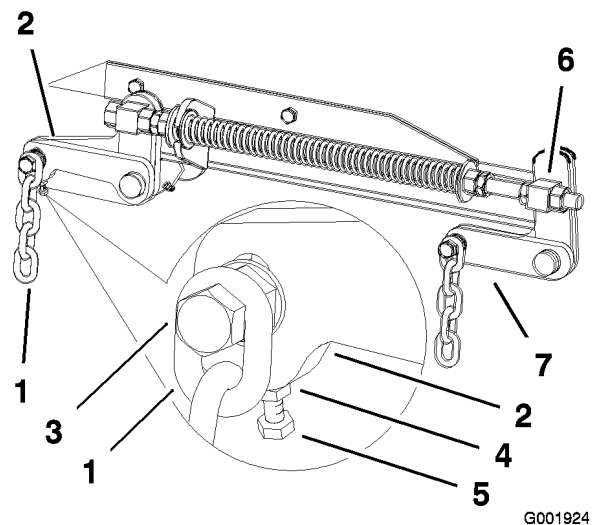

Figure 60
7. Si la distance mesurée au point **B** ou **C** n'est pas correcte, desserrez le boulon de fixation de la chaîne arrière au bras de support arrière (Figure 60).
8. Desserrez l'écrou de blocage sous le bras de support arrière et agissez sur le boulon de réglage de manière à obtenir une distance de 79 à 83 mm (Figure 60).
7. Desserrez d'environ 13 mm les écrous de blocage à l'avant des pivots avant gauche et droit (Figure 60).
8. Réglez les écrous de relevage sur les côtés gauche et droit de la machine de manière à abaisser l'avant de 6 à 10 mm au point **A** par rapport au point **B** à l'arrière (Figure 60).